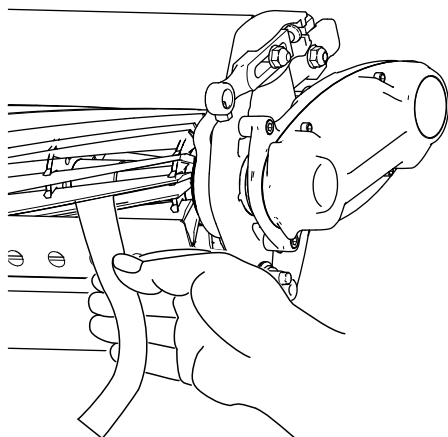

Figura 6
corte (Figura 6) e, em seguida, rode **lentamente** o cilindro para a frente; deve cortar o papel; caso contrário, repita os passos A e B até que o faça.
11. Insira uma fita comprida de papel de desempenho de corte (Peça Toro N.º 125-5610) entre o cilindro e a lâmina de corte, perpendicular à lâmina de corte (Figura 6) e, em seguida, rode **lentamente** o cilindro para a frente; deve cortar o papel; caso contrário, rode cada parafuso de ajuste da barra de apoio no sentido dos ponteiros do relógio 1 clique e repita este passo até que corte o papel.